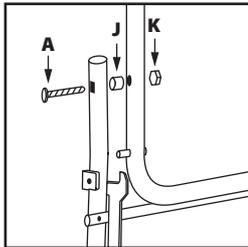

Abb. 5
- Befestigen Sie das Bauteil **4** an **3**, benutzen Sie die Befestigungsteile markiert als **A, J** und **K**. Nicht zu fest anziehen. Auf der anderen Seite wiederholen. (**Abb. 5**). Achten Sie auf die Stellung der Abstandsteile **J**, diese werden benötigt, um dem Rahmen ausreichenden Spielraum zu geben.